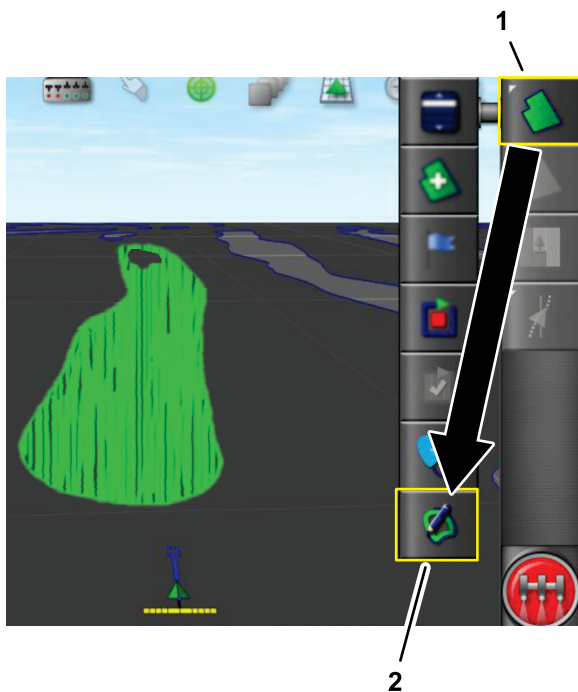

Figura 51
2. Premete l'icona Campo e premete l'icona Crea confine da copertura (Figura 51).